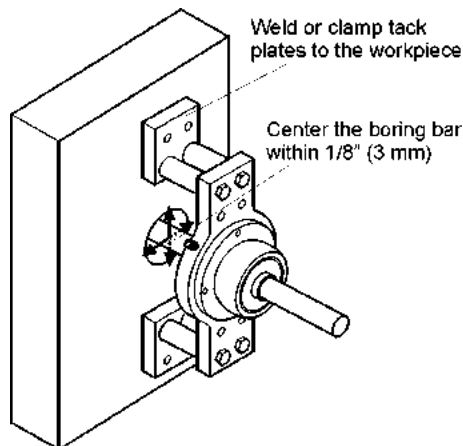

ABBILDUNG 14 - BEFESTIGUNG DER ANHEFTPLATTEN AM WERKSTÜCK
1. Befestigen Sie die Lagerstützen und Anheftplatten, wie in Abbildung 14 gezeigt, mit Spannzangen oder durch Heftschiweißen am Werkstück.